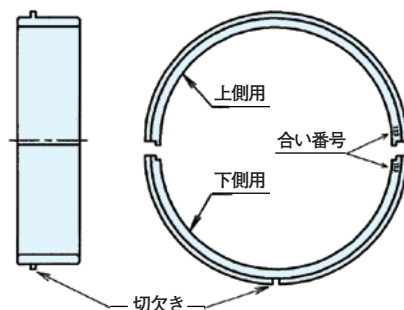

図11 ラビリンスリングの形状
(1) ラビリンスリングには、上側用(切欠き無し)と下側用(切欠き有り)がありますので、取付け前に合い番号と共に現品を確認しておきます。(図11参照)